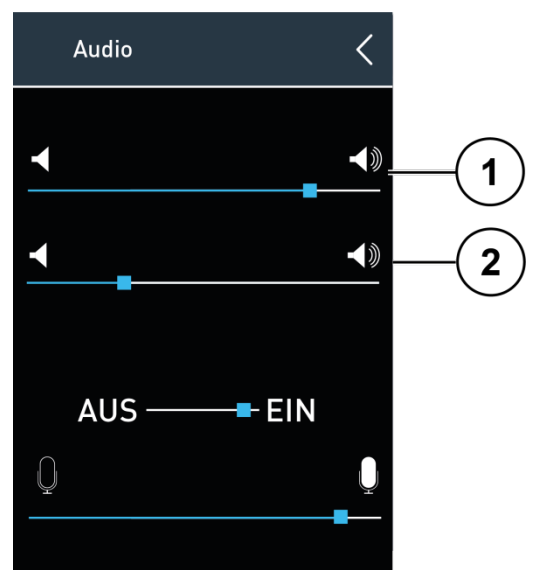

Abb. 13: Einstellungen Audio
- Die Lautstärke der Sprach- und Tonausgabe kann den örtlichen Gegebenheiten angepasst werden (Abb. 13).
- ▶ Schieben Sie den Lautstärkeregler der *Sprache* (1) bzw. der *Töne* (2) nach rechts, um die Lautstärke zu erhöhen bzw. nach links zum Verringern.